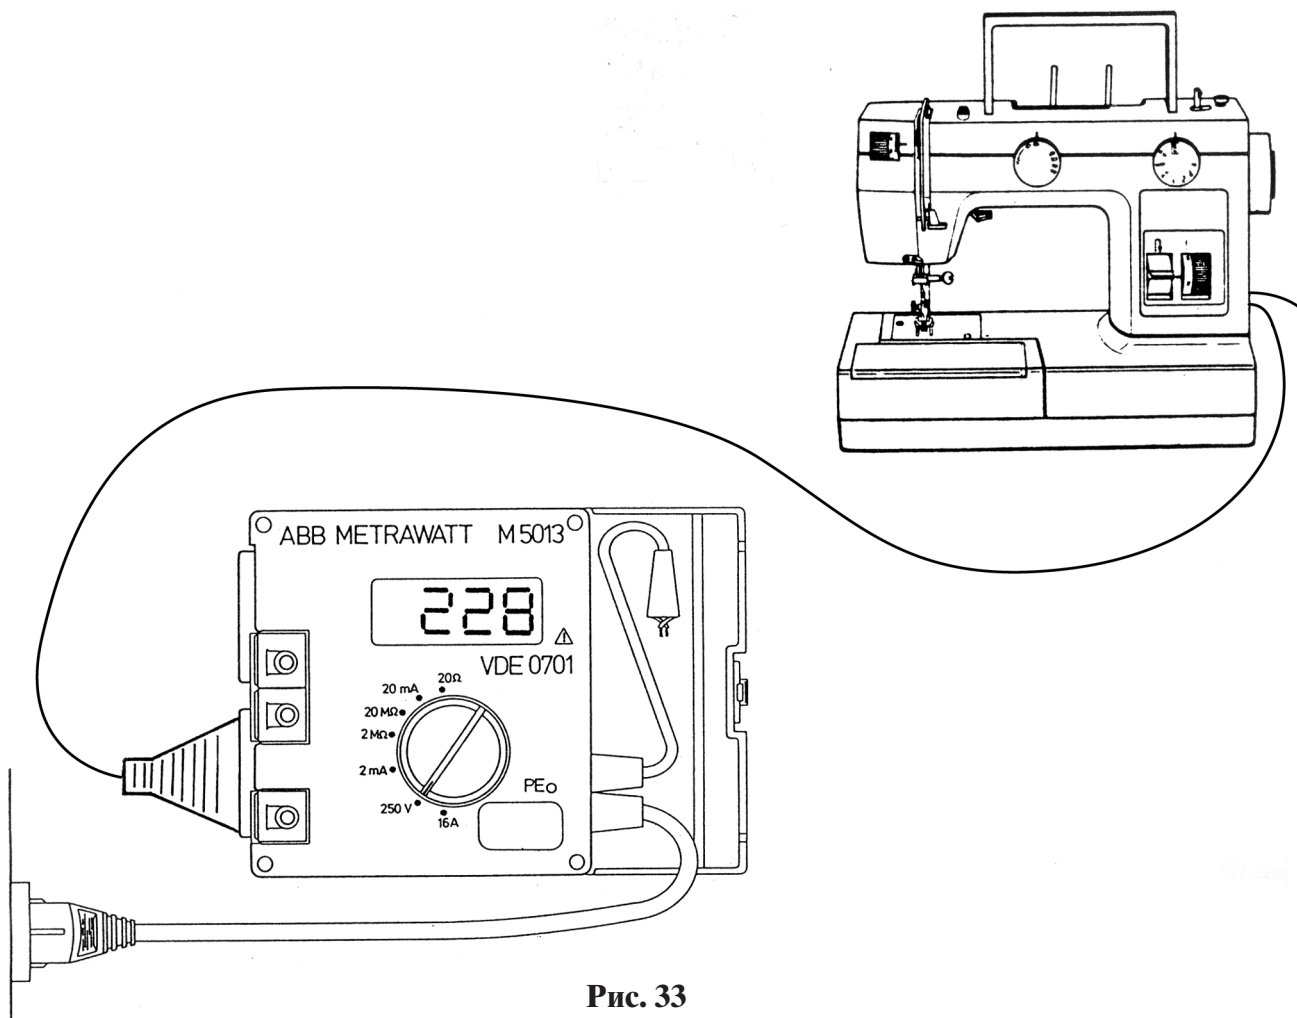

Рис. 33
- Переключатель измерительного диапазона установить на **“250 V”** (рис. 33).